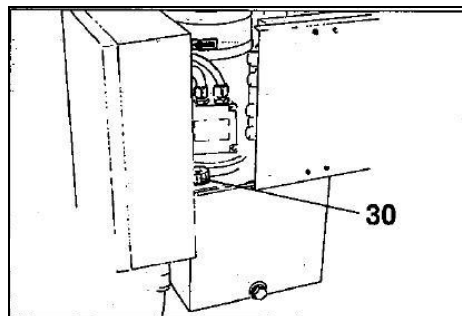

Рис. 8.3
- 3) Периодически проверять уровень масла в гидравлическом блоке (с учетом предупреждающих сигналов максимального и минимального уровня масла). При необходимости долить масло Esso Nuto H46 или гидравлическое масло аналогичного типа (например, Agip Oso 46, Shell Tellus Oil 48, Mobil DTE25, Castrol Hyspin AWS46, Chevron RPM EP Hydraulic Oil 46, BP Energol HLP). Открутить крышку (30, рис. 8.3), залить масло, закрутить крышку и зафиксировать ее.